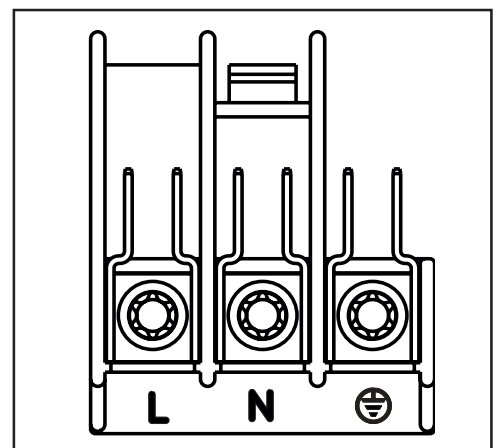

Fig. 19
Le four est équipé d'une plaque à bornes à 3 pôles (Fig. 19) dont les conducteurs sont prédisposés pour fonctionner en 230 V monophasé.
2. Déconnectez le câble de la plaque à bornes (Fig. 19) positionnée sur la partie postérieure du four, et remplacez-le avec une des types mentionnés dessus.